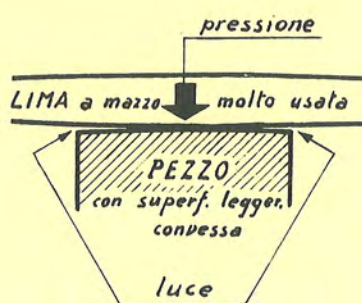

Fig. 4
- b) far scorrere la stessa lima sopra una superficie leggermente convessa ($1/100$) e marcata con gesso sulle due estremità più basse (fig. 4);
- si eseguono alcune passate incrociate spostando lateralmente la lima ad ogni passata (fig. 4);
- si evitino i tratti unidirezionali che provocano lo svergolamento delle superfici (fig. 4);